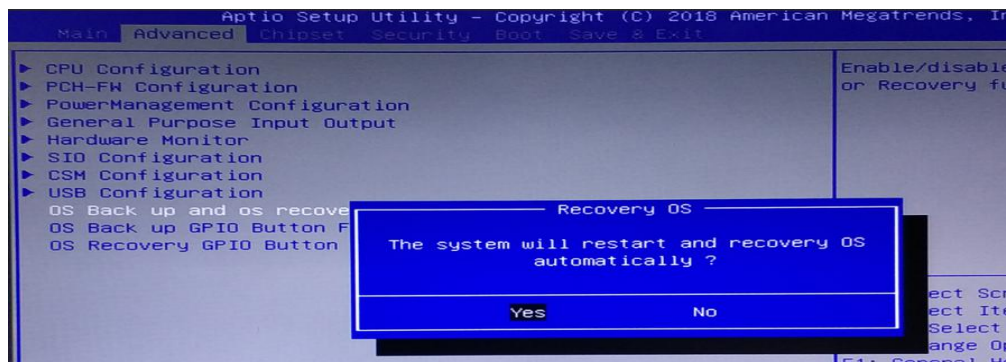

图 5 按 F4 还原界面
(3) 按下键盘左上角的 F3 按键，界面会出现提示：系统将会重启，同时开始自动还原系统（如图 5 所示），使用键盘选中[YES]，进入到还原界面开始还原，还原完成后会自动重启系统。